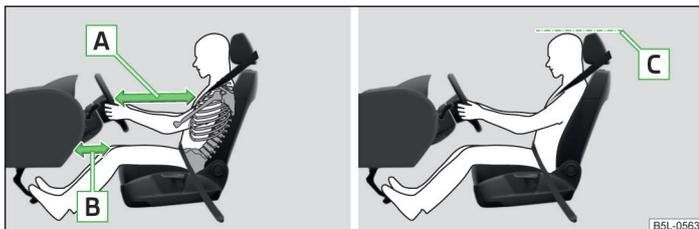

Fig. 135 Posición de asiento correcta del conductor / ajuste correcto del reposacabezas
- Ajuste el volante de tal modo que la distancia entre el volante y el esternón sea, como mínimo, de 25 cm - -A» fig. 135 y entre las piernas y el tablero de instrumentos en la zona del airbag de rodillas, sea de 10 cm .
- Ajuste el reposacabezas de tal modo que el borde superior del mismo se encuentre de ser posible a la misma altura que la parte superior de su cabeza » fig. 135 de la página 173.
- Ajuste el reposacabezas de tal modo que el borde superior del mismo se encuentre de ser posible a la misma altura que la parte superior de la cabeza  » fig. 135 de la página 173.